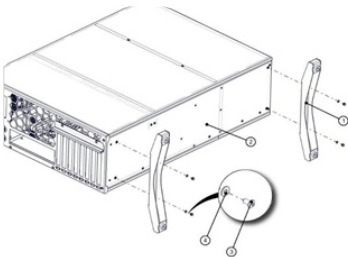

Рисунок 23 – Установка металлических ножек на корпус
- прикрепите обе ножки в сборе (1) к правой панели устройства (2) с помощью винтов М3×6 с полукруглой головкой (3 с пластиковой шайбой (4)) и шестигранного ключа s2 (рисунок 23).